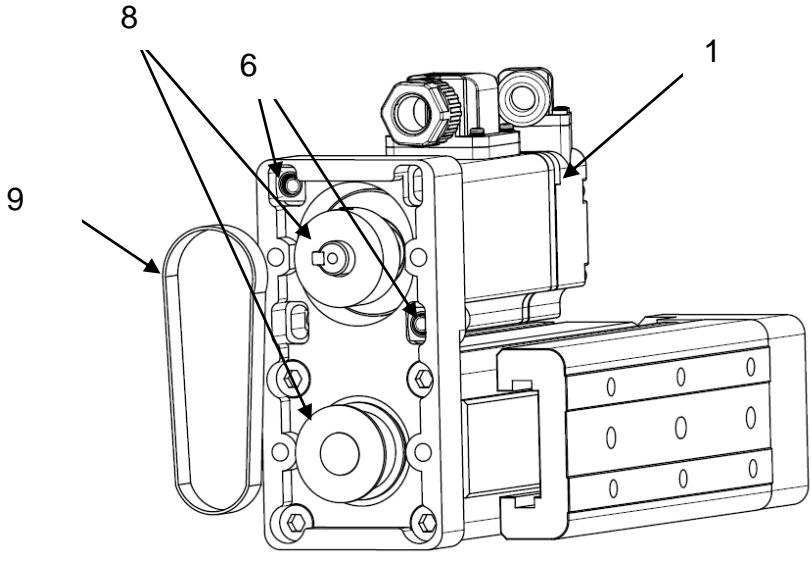

Рисунок 16 – Установка зубчатого ремня.
4) установить зубчатый ремень (поз. 9) на шкивы (поз. 8) (см. рисунок 16). Затянуть гайки (поз. 6) одновременно с регулировкой положения электродвигателя (поз. 1). Натяжение ремня осуществляется согласно приложению Б;